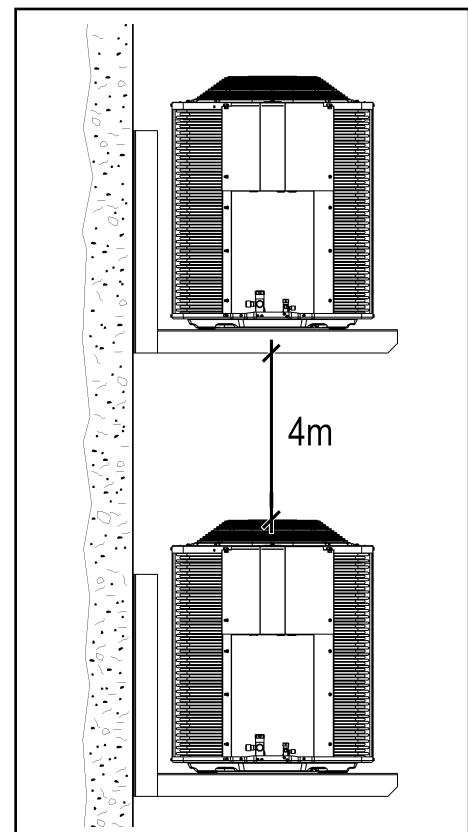

Figura 6 - Instalação com mão-francesa
- * As distâncias mínimas e os espaços recomendados, veja a figura 6.
- * O correto dimensionamento das fixações para sustentação da unidade (mão-francesa, vigas, suportes, parafusos, etc). Veja os dados dimensionais e o peso das unidades no item 15 deste manual.